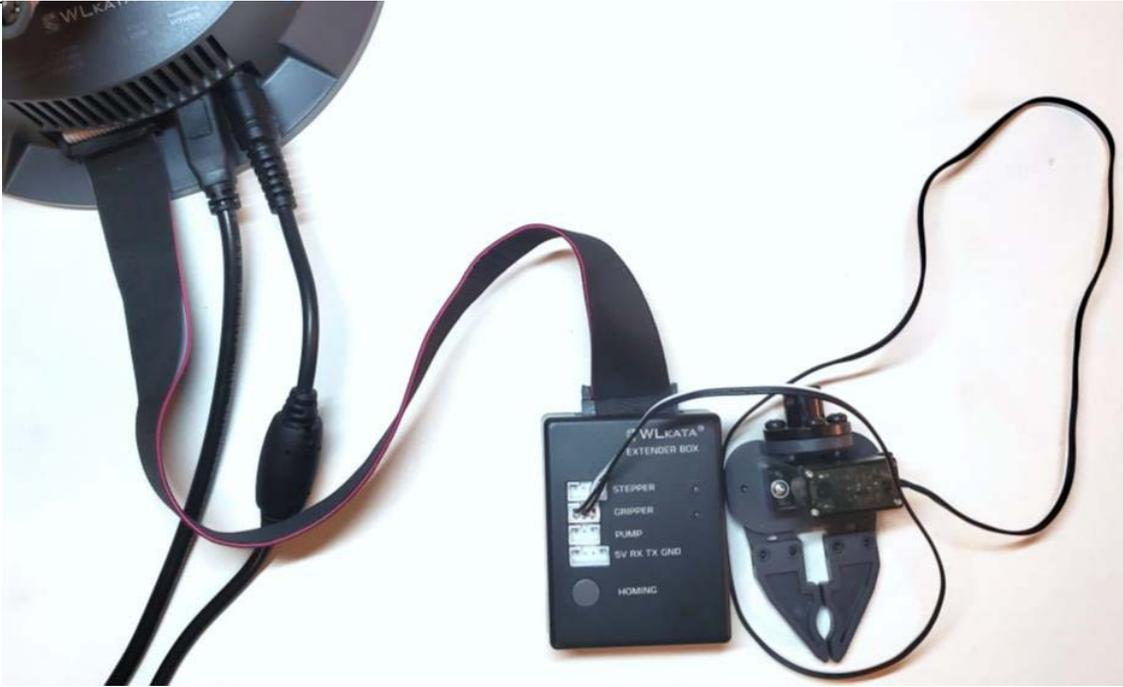

图 2.32 接线示意图
(4) 将夹具的端子插入扩展模块盒上的第二个插座位置，如图 2.32 所示。
(5) 使用配件中的 IDC 排线将扩展模块盒与 Mirobot 连接，如图 2.32 所示。